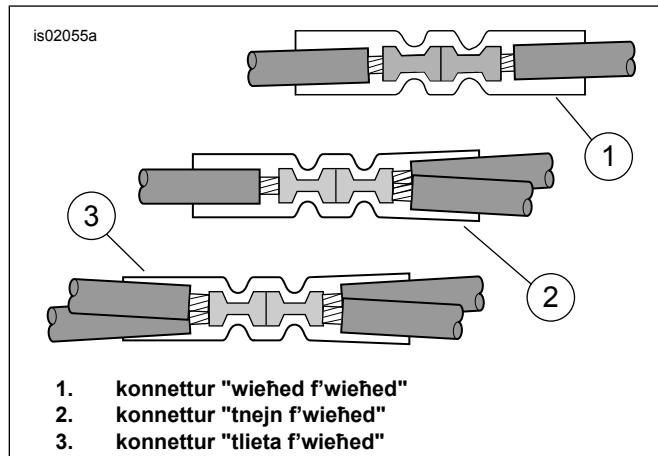

Figura 22. Konfigurazzjonijiet tal-iSplice
- Ara Figura 22 . Il-konfigurazzjoni tal-iSplice “tnejn f’wieħed”. Ĝib il-konnetturi tal-iSplice issiġillat **aħmar** (ara Figura 34 , Oġgett 4) mill-kitt. Għaqqa l-wajer l-iswed tat-trasmettitur tal-opener tal-bieb tal-garaxx mal-wajers **is-suwed** mill-fanal principali. Ittrimmja lura l-casing tal-harness tal-wajer tat-trasmettitur sabiex tgħin fil-konnessjoni.
4. Ara Figura 22 . Il-konfigurazzjoni tal-ispliċċe “tnejn fwieħed”. Ġib il-konnetturi tal-ispliċċe issiġillat **aħmar** (ara Figura 34 , Oġgett 4) mill-kitt. Għaqqad il-lead tal-enerġija tal-harness tal-wajer tal-apparat li jiftaħ il-bieb tal-garaxx mal-wajers tal-harness prinċipali oranġo/bojod skont l-appendiċi tal-manwal tas-servizz.